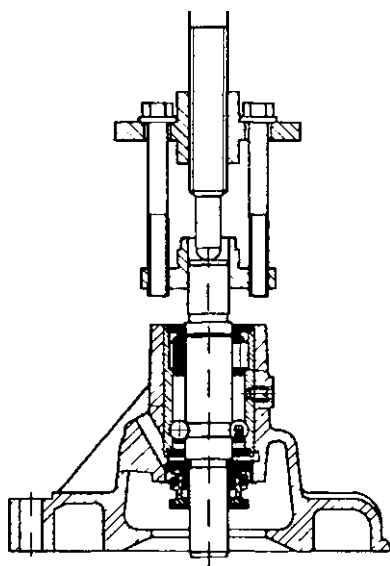

Рис. 4.51. Снятие ступицы насоса системы охлаждения
- с помощью специального приспособления снять ступицу шкива насоса (рис. 4.51);